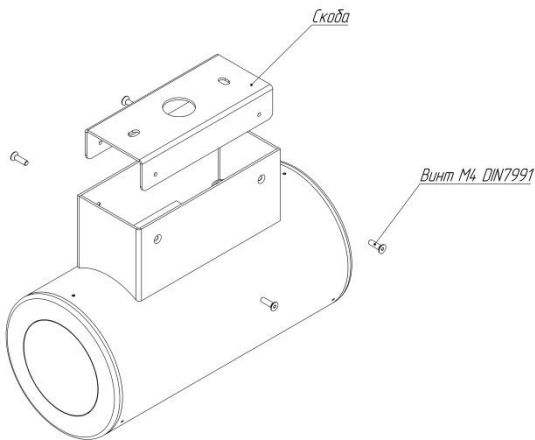

Рисунок 4
10.2 Для установки прожектора (см. рисунок 4) выкрутить шестигранным ключом S2,5 4 винта крепления установочной скобы к корпусу.